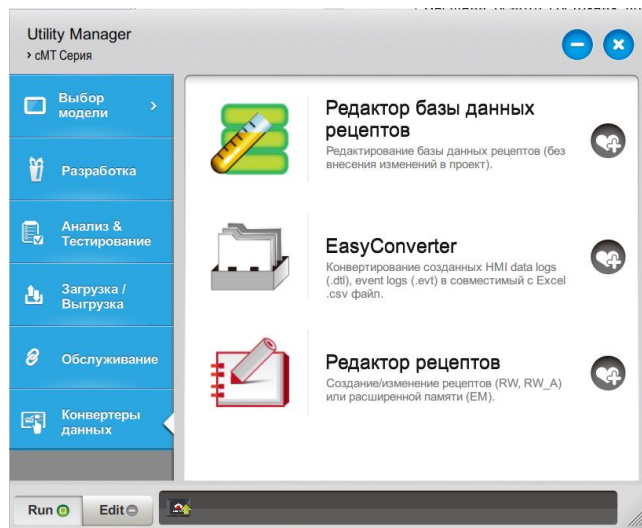

Рисунок 4.19 – ПО Utility Manager
2. Открыть Utility Manager (рисунок 4.19).